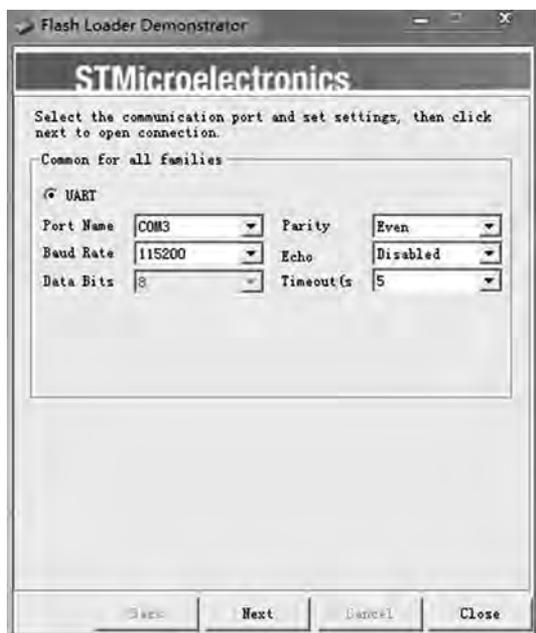
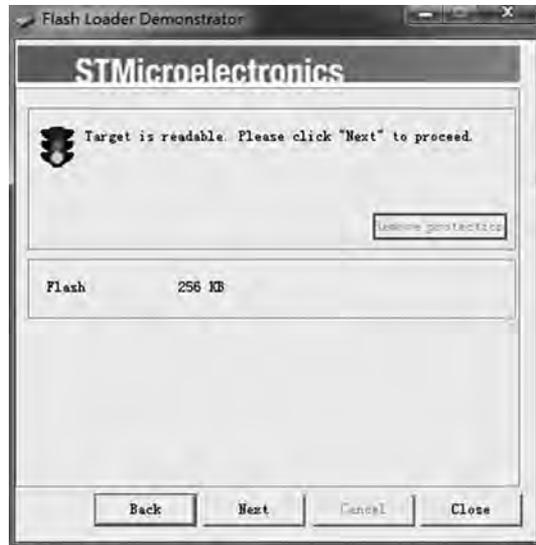
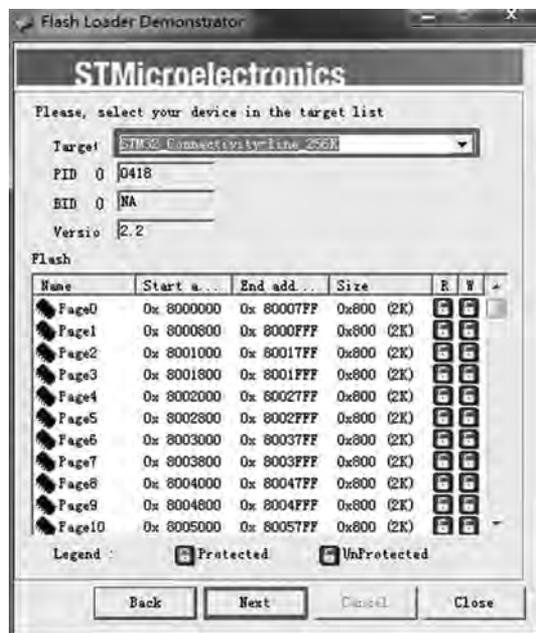
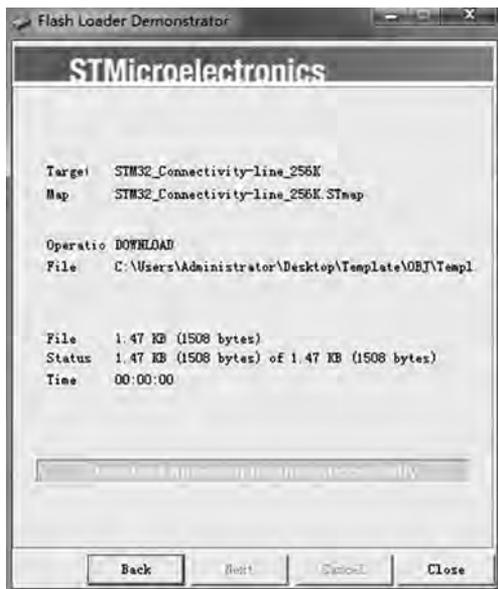

图 3-57 串口参数设置界面
图 3-58 连接成功界面
图 3-59 设备选择界面
图 3-63 程序下载成功界面
(1) 完成硬件方面的连接。先通过串口线或 USB 转串口线(接开发板的 RS232 接口)将开发板和 PC 连接起来,再通过跳线帽将开发板的串口下载跳线端子 J4 短接,最后通过 5V 电源适配器(不要用 USB 线)给开发板供电,如果一切正常,开发板电源指示灯 D6 会亮。
(2) 在“开始”→“所有程序”→STMicroelectronics→Flash Loader Demonstrator 中打开 Flash Loader Demo 软件,会出现如图 3-57 所示的串口参数设置界面,在界面中设置相应的串口参数。其中,Port Name(即 COM 口)需要根据实际情况来进行设置(可在 PC 的设备管理器的端口中查看,本例中为 COM3),其他串口参数可以按照图 3-57 进行设置,其中,Baud Rate(即波特率)一般设为 115 200bps,Timeout(超时时间)一般设为 5s。
(3) 按下开发板上的 RESET 按键(即 S5 键),然后松开,此时开发板就进入了串口下载模式,并等待着 PC 的连接,现在单击图 3-57 中的 Next 按钮,如果连接成功,则会出现如图 3-58 所示的连接成功界面;如果连接不成功,则会弹出相应的提示对话框,需要根据提示重新进行连接。
(4) 如果连接成功,则在如图 3-58 所示的连接成功界面中单击 Next 按钮,会出现如图 3-59 所示的设备选择界面,在设备选择界面的 Target 后面选择 STM32_Connectivity-line_256K,并单击 Next 按钮。
最后,选中 Jump to the user program 复选框,会使程序在下载完成后,不需要从开发板的 J4 端子拿下跳线帽并且再按下 RESET 按键就可以直接在开发板中运行,在程序下载完成后还可以直接返回如图 3-57 所示的串口参数下载界面重新开始下一次的程序下载。
(6) 如果一切正常,会出现程序下载成功的界面,如图 3-63 所示。
如果单击图 3-63 中的 Back 按钮,则会出现如图 3-57 所示的串口参数设置的界面,可以重新开始下一次的程序下载;若单击 Close 按钮,则关闭软件。